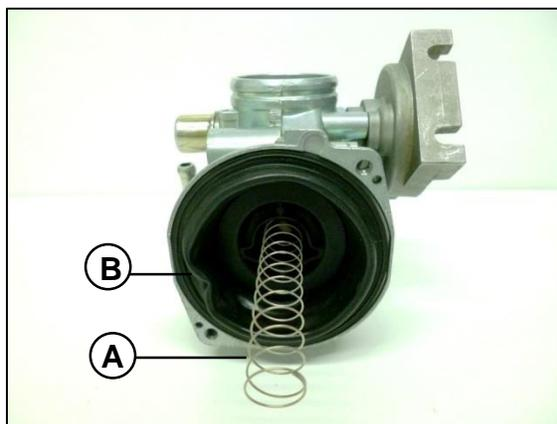

Fig. 12
Remueva el resorte (A) de compresión y el diafragma (B) del carburador. **Fig. 12**